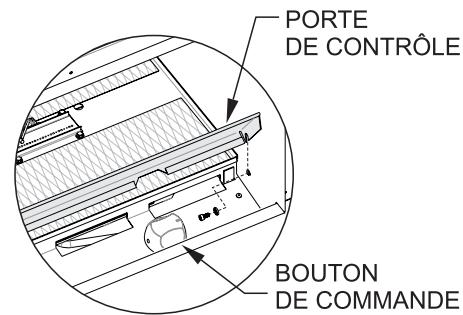

Figure 17
8. Pour raccorder la conduite de gaz et installer la connexion électrique, le brûleur doit être incliné vers le haut du foyer. Pour soulever l'ensemble du brûleur, retirer la porte de contrôle en ouvrant la porte et en la soulevant vers le haut pour désengager les fentes sur la porte sur la porte dans les axes d'articulation. Retirer les deux boulons d'articulation et les rondelles de la porte de contrôle. **Voir figure 17.**